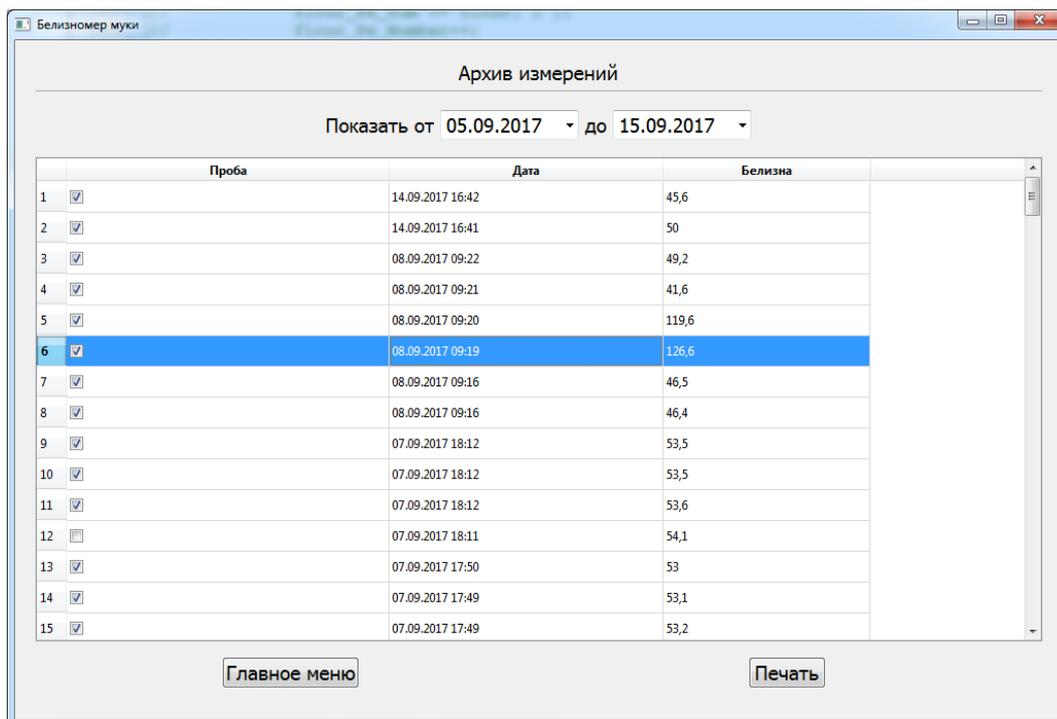

Рисунок 9.7. Результат измерения
5. Нажать кнопку измерить. В течение нескольких секунд будет произведен расчет белизны и на экране отобразится результат (Рисунок 9.7)